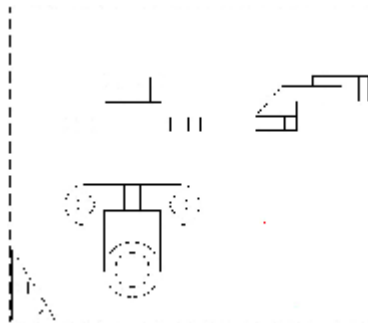

图 6-87 关闭了实体所在的图层
**步骤八:** 重复步骤七的操作过程, 分别在前视图视口和左视图视口完成支架的前视轮廓线和左视轮廓线。关闭支架实体所在的图层。将光标移到四个视口外面双击左键, 视口的分界线消失了。如图 6-87 所示。